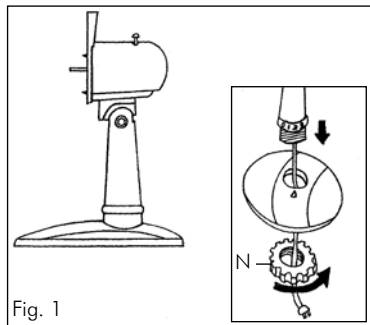
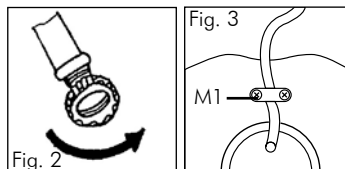

Fig. 1
Fig. 2
- Dévisser (en tournant vers la gauche) l'écrou de blocage «**N**» de la base du pied «**K**» (Fig. 1 et Fig. 2).